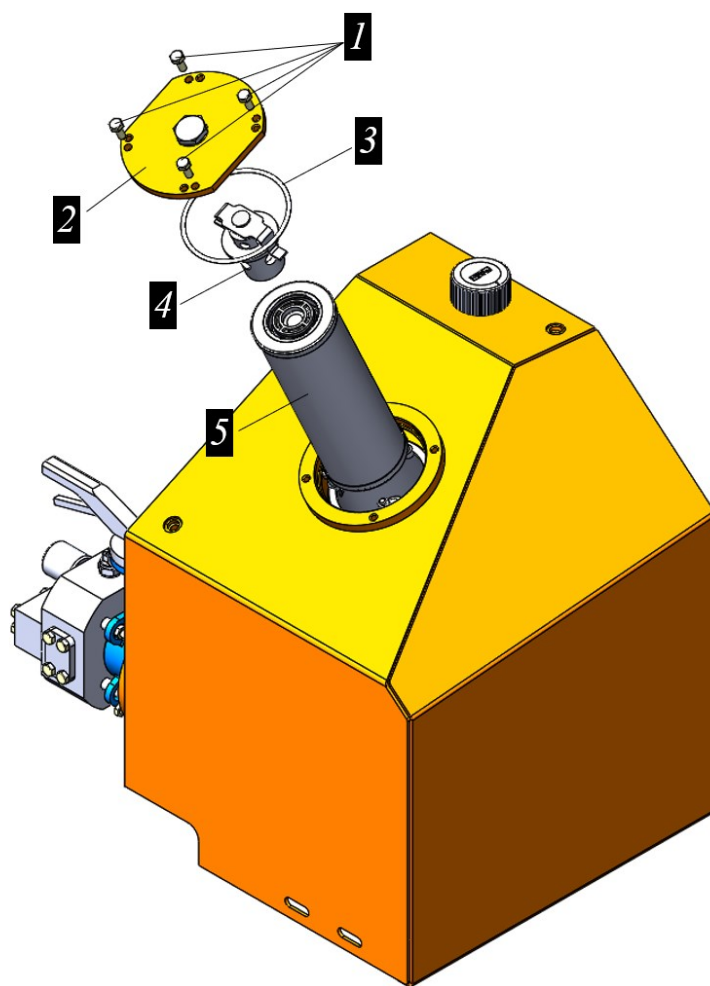

Рисунок 5.73. Процедура замены фильтра в сливной линии
- ▶ Очистить крышку фильтра 2 сливной линии и зону рядом с ней от загрязнений рис. 5.73.
- ▶ Выкрутить 4 винта 1, крепящие крышку фильтра 2 к баку рис. 5.73.
- ▶ Снять крышку фильтра 2, извлечь клапан 4 из корпуса фильтра, вытащить фильтрующий элемент 5 рис. 5.73.
- ▶ Установить новый фильтрующий элемент 5, клапан 4 и крышку фильтра 2 рис. 5.73. Крышку 2 притянуть болтами 1. Для равномерного распределения усилия затяжки, болты затягивать крест-накрест.